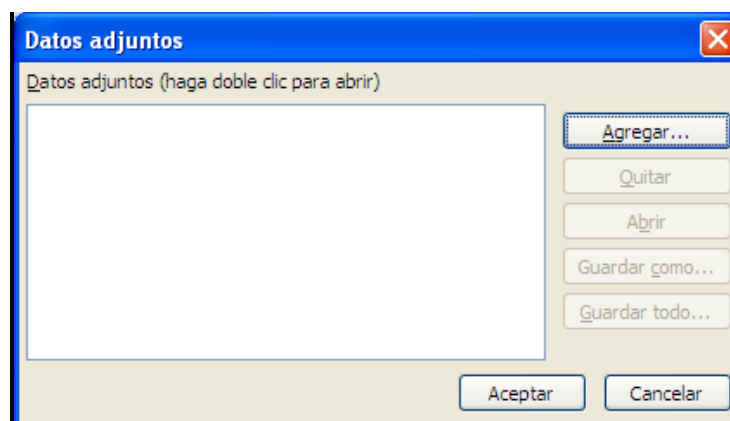
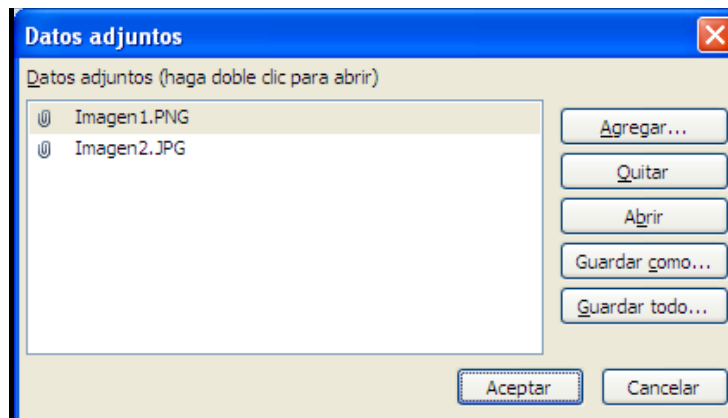

Figura 3. Diálogo para agregar imágenes en un campo del tipo "Datos adjuntos".
Figura 4. Datos agregados que se almacenan al aceptar.
3. En el caso de "Datos adjuntos", hay que pulsar sobre el campo, con lo que se abre un cuadro de dialogo como el de la figura 3, que permite ir seleccionando en sus ubicaciones y agregando imágenes (ver figura 4), finalmente, pulsando "Aceptar", se almacenan en el campo.
3. En el caso de "Datos adjuntos", hay que pulsar sobre el campo, con lo que, de nuevo, se abre el cuadro de dialogo como el de la figura 4, que permite ir abrir la imagen que se seleccione.